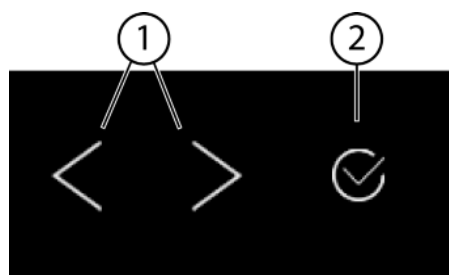
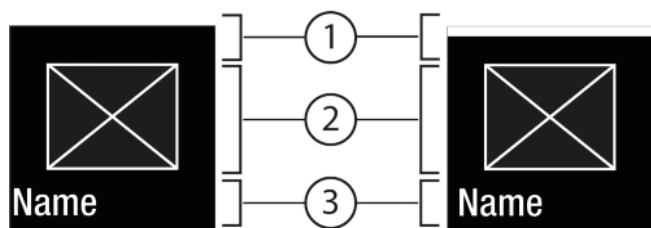
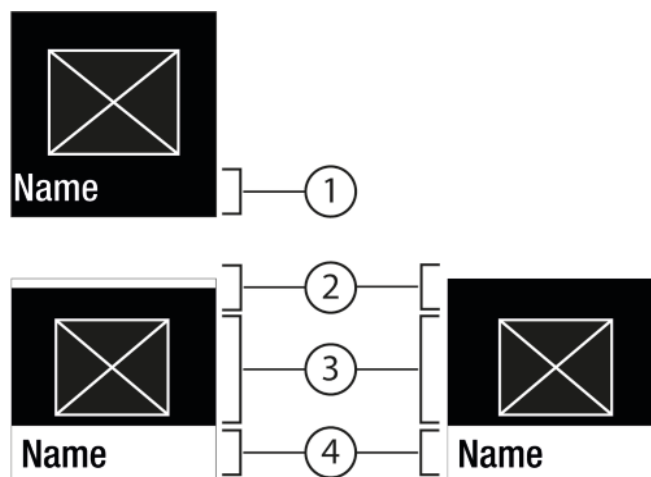

Fig. 6
Fig. 7
Fig. 8
(1) Навигационная стрелка влево / вправо
(2) Подтвердить
Навигационная стрелка влево / вправо Fig. 6 (1):
Подтвердить Fig. 6 (2):
- Навигация при помощи навигационной стрелки влево / вправо Fig. 6 (1).
- С помощью Подтвердить Fig. 6 (2) активировать Fig. 7 (1) / деактивировать Fig. 7 (1) функцию / настройку.
- С помощью Подтвердить Fig. 6 (2) вызвать Подменю Fig. 8 (4).
- Установка нового значения: С помощью Подтвердить Fig. 6 (2) выбрать деактивированное значение Fig. 7 (1).
- Назад в меню: С помощью Подтвердить Fig. 6 (2) выбрать уже активированное значение Fig. 7 (2).
- Навигационные стрелки Fig. 6 (1) нажимайте до тех пор, пока не появится индикация функции.
- Нажмите на Подтвердить Fig. 6 (2).
- С помощью навигационных стрелок Fig. 6 (1) выберите значение настройки.
- ▷ Состояние: активировано Fig. 7 (1) появляется ненадолго в Подменю Fig. 8 (4).
- ▶ Нажимайте навигационные стрелки Fig. 6 (1) до тех пор, пока не появится индикация настроек .
- ▶ Нажмите на Подтвердить Fig. 6 (2).
- ▶ Нажимайте навигационные стрелки Fig. 6 (1) до тех пор, пока не появится индикация требуемой настройки.
- ▶ Нажмите и удерживайте в течение 3 секунд Подтвердить Fig. 6 (2).